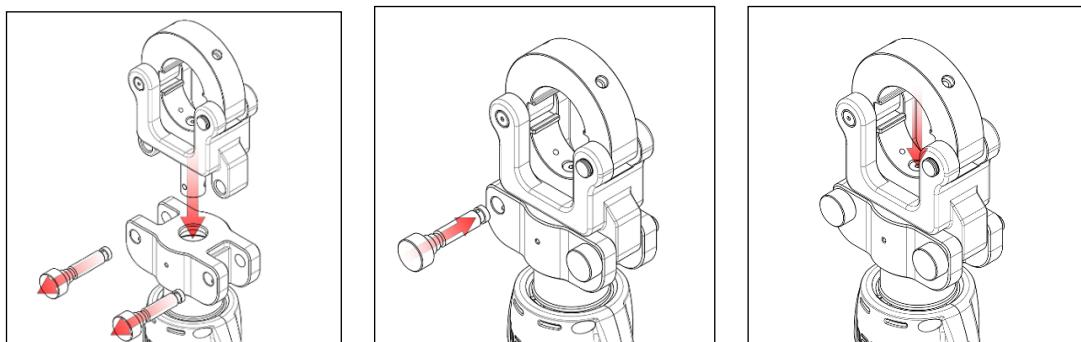

Bild 6: Einsetzen des Presskopfes (Art. 216761)
- Ziehen Sie an den Stiften am Aufnahmedapter und fügen Sie den Presskopf (Art. 216761) ein, wie in nachstehendem Bild 6 gezeigt: